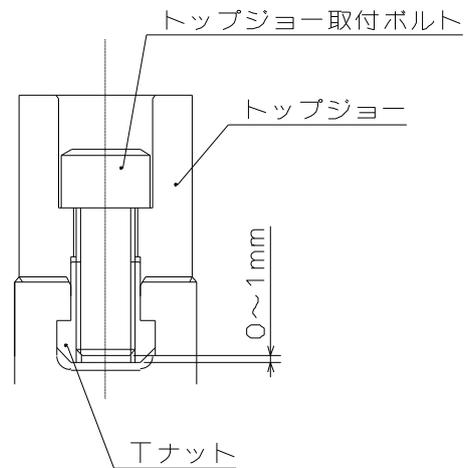

図 10
- ジョー取付ボルトの T ナットに対するねじ込み深さが浅いと、T ナットが破損し、ジョーや工作物が飛散して危険。取付ボルトが長すぎて T ナット底面から突き出ている場合も、トップジョーが固定されないため、ジョーや工作物が飛散して危険。従って、ジョー取付ボルトの全長は T ナットの底面より 0～1mm 程度とすること。(図 10 参照)